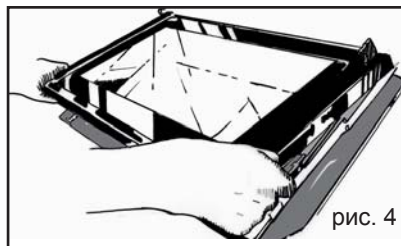

рис. 4
- Извлеките раму и стекло (рис.4).